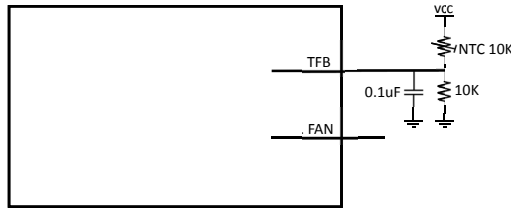

图 7-11 EG8011 温度检测电路
EG8011 芯片的引脚 TFB 是测量逆变器的工作温度，主要用于过温保护检测和工作温度输出显示到 LCD3220 液晶模块上，电路结构如图 7-11 温度检测电路，如图所示 NTC 热敏电阻 RT1 和测量电阻 RF1 组成一个简单的分压电路，分压值随着温度值变化而变化数值，这个电压的大小将反映出 NTC 电阻的大小从而得到相应的温度值。NTC 选用 25℃对应阻值 10K (B 常数值为 3380) 的热敏电阻，TFB 引脚的过温电压设定在 4.3V，当发生过温保护时，EG8011 根据引脚 (2) DRV 的设置状态将输出 RHO\RLO\LHO\LLO 到“0”或“1”电平，关闭所有功率 MOSFET 使输出电压到低电平，一旦进入过温保护后，EG8011 将重新判断工作温度，如果 TFB 引脚的电压低于 4.0V，EG8011 将退出过温保护，逆变器正常工作。